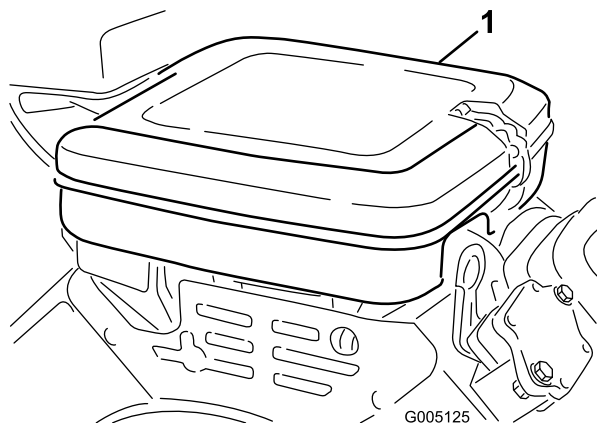

Figura 42
1. Abra los enganches y retire la tapa del limpiador de aire (Figura 42). Limpie a fondo la cubierta.